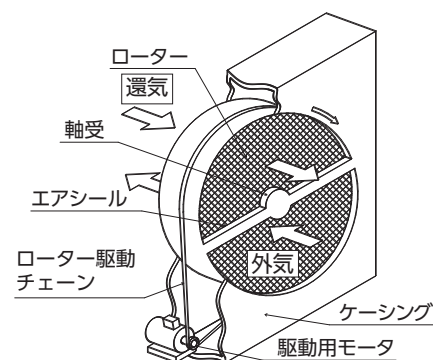

図3-23 回転式全熱交換器
- ・ 吸湿効果のある素材を円盤状に成型したローターを回転させ、室内からの排気(還気)と外気を通過させます。(図3-23参照)